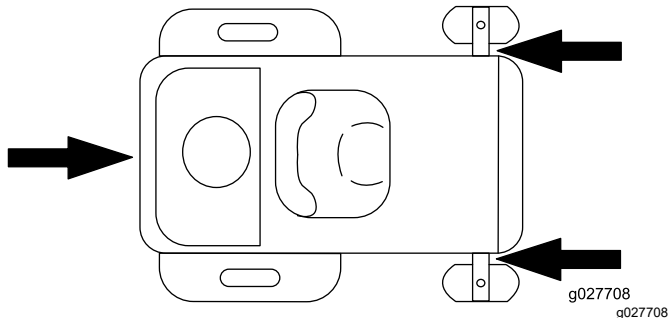

Figura 28
- Sujete la máquina firmemente al remolque o al camión con cadenas, correas, cables o cuerdas. Use únicamente las cuatro ubicaciones designadas de la posición de arranque del cortacésped: dos del lado izquierdo y dos del lado derecho (Figura 28). Use estas ubicaciones incluso cuando transporte el cortacésped con un accesorio acoplado. Si usa ubicaciones no designadas, puede dañar el cortacésped o el accesorio.